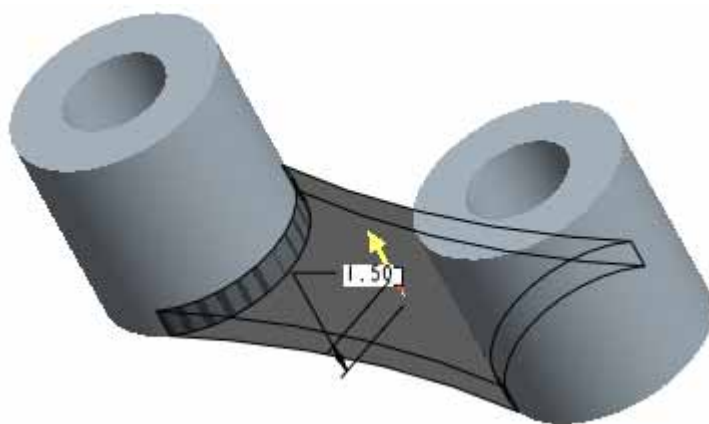

图 54-9
- (4) 单击  按钮，完成拉伸截面的绘制，返回特征操控板，调整特征生成方向为如图 54-9 所示。